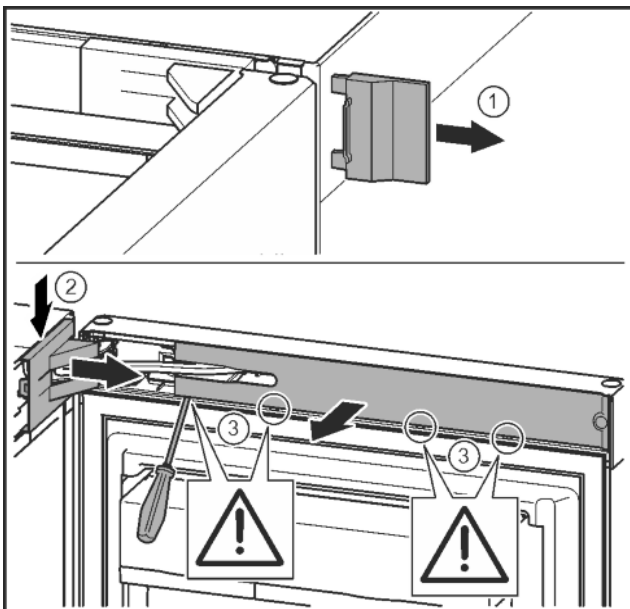

Fig. 11
- Äußere Abdeckung abnehmen. Fig. 11 (1)
- Lagerbockabdeckung ausrasten und lösen. Lagerbockabdeckung abnehmen. Fig. 11 (2)
- Blende mit Schlitzschraubendreher ausrasten und zur Seite schwenken. Fig. 11 (3)